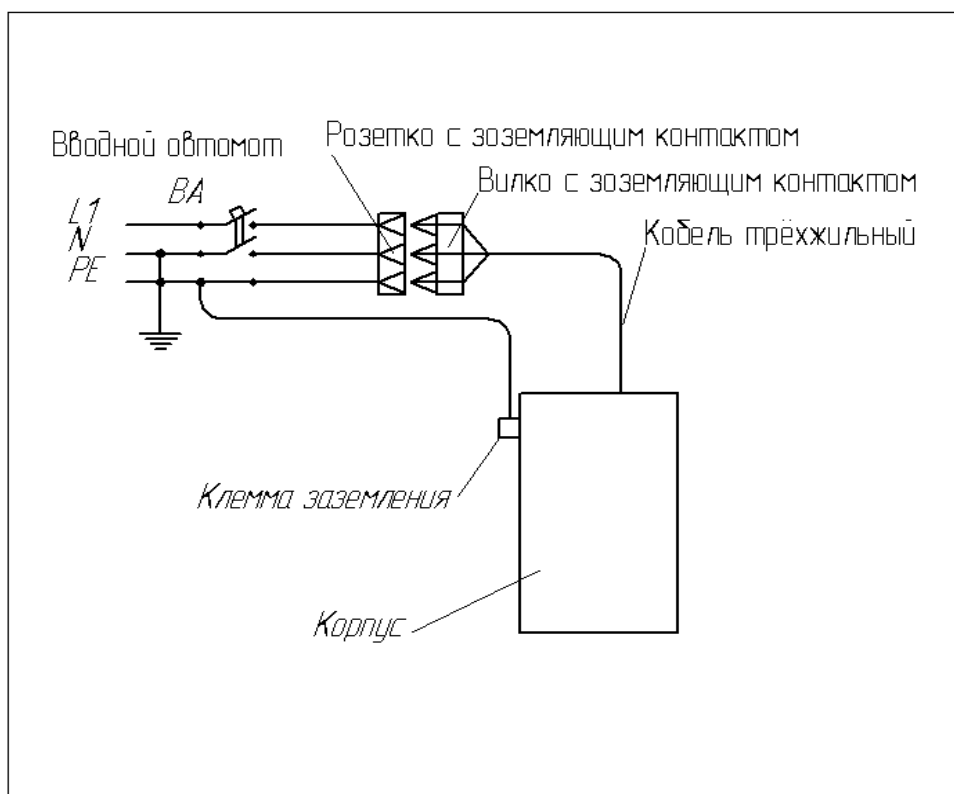
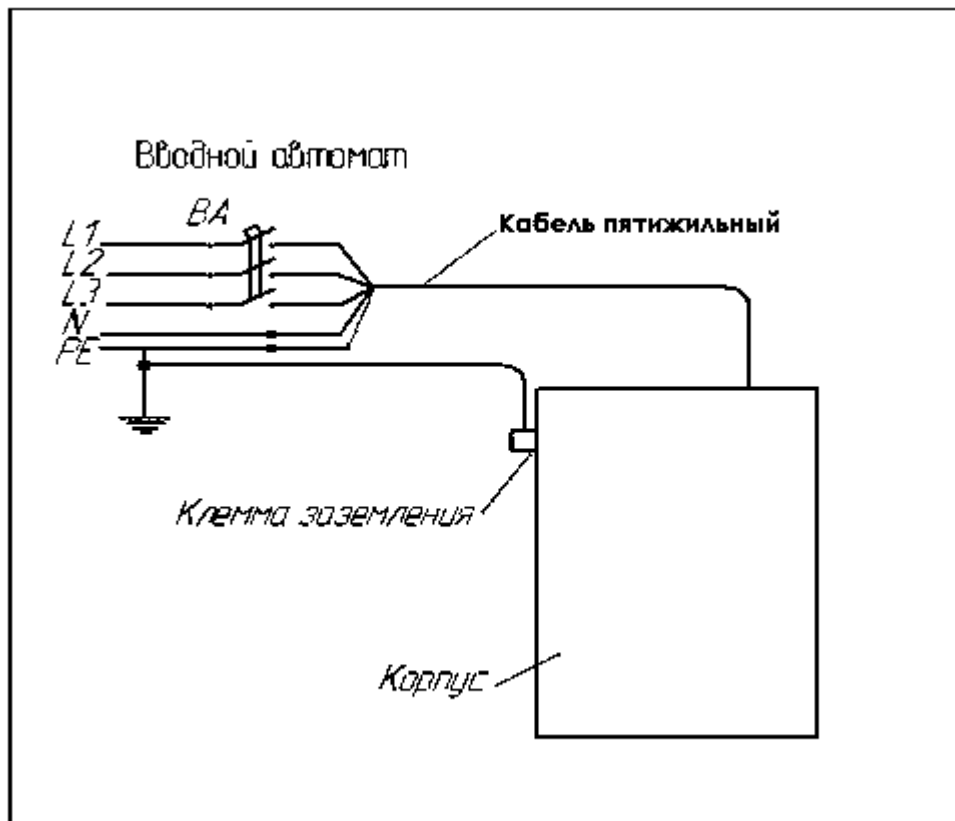

Рисунок 5. Схема подключения внешних цепей аквадистиллятора Liston A 1104 к питающей сети ~230 В.
Рисунок 6. Схема подключения внешних цепей аквадистиллятора Liston A 1110, Liston A 1125 к питающей сети ~380 В.
6.19. Перед подключением к сети убедитесь, что ее напряжение и мощность соответствуют параметрам, указанным на аквадистилляторе. Подключение аквадистиллятора к сети производится с помощью вводного автоматического выключателя питающей сети (Рисунок 5, Рисунок 6), устанавливаемого потребителем и предназначенного для защиты от перегрузок и коротких замыканий электрических цепей напряжением 380В переменного тока, оперативных включений и отключений указанных цепей.
6.20. Произвести подключение внешних электрических цепей к питающей сети в соответствии с Рисунок 5 или Рисунок 6. Подключить дополнительную клемму заземления аквадистиллятора к магистрали защитного заземления медным гибким проводом сечением не менее $2,5 \text{ мм}^2$ для дистилляторов А1104 и А1110, 4 мм^2 - для дистиллятора А1125.